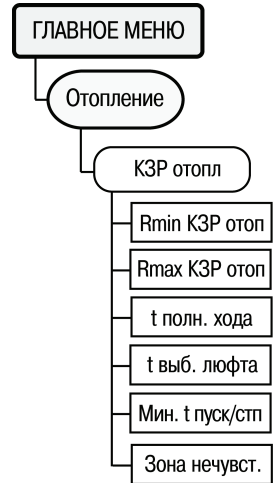

Рисунок 6.17
6.11.31 Для задания параметров КЗР теплообменника отопления служит пункт меню **//Отопление/КЗР отопл**. (рисунок 6.17).